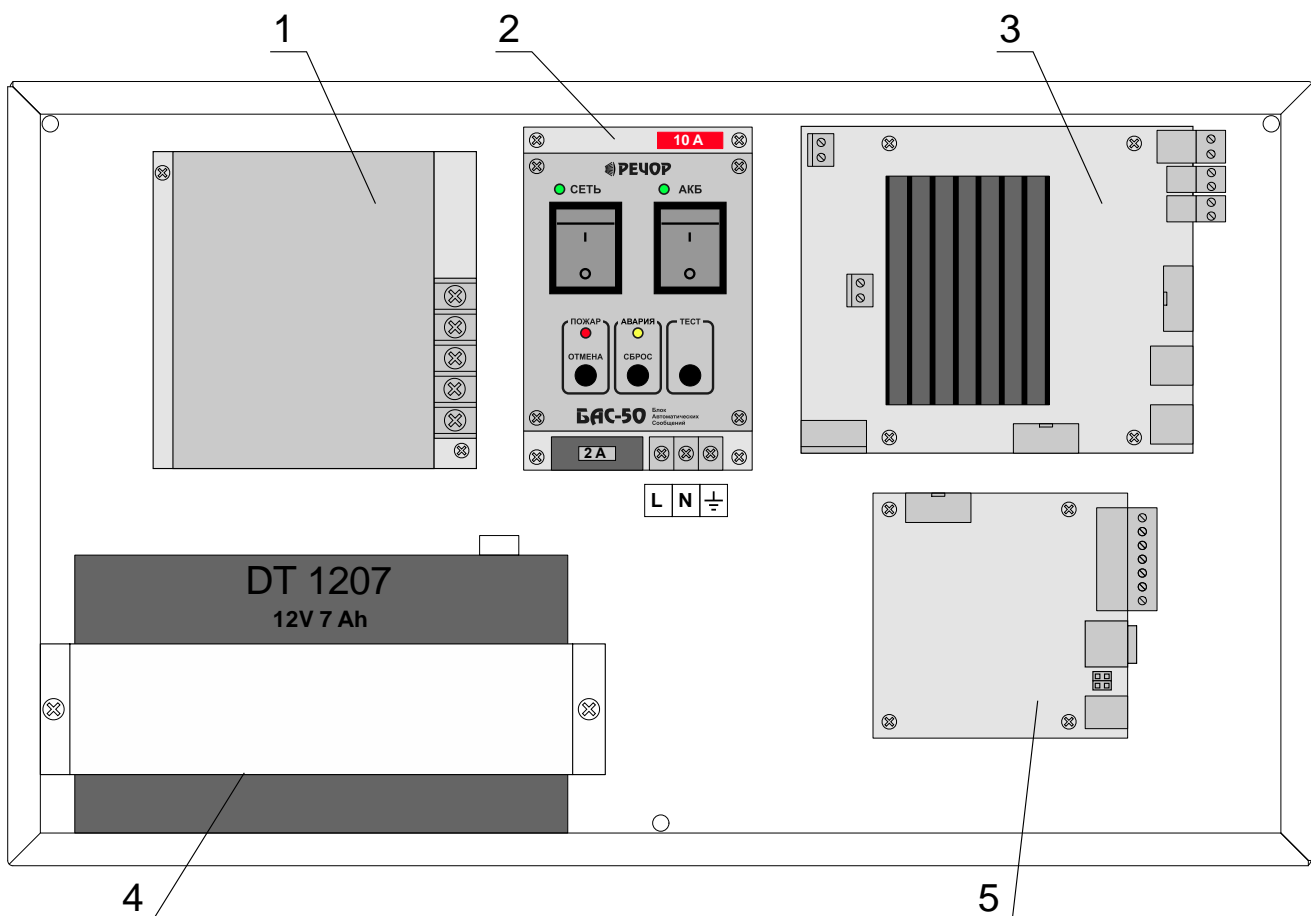

Рис. 2.1. Внутренняя компоновка БАС-50.
Внутренняя компоновка устройства показана на Рис. 2.1, где схематично изображены БП (1), панель управления (2), плата УМ (3), АКБ (4) и блок звукового процессора (5).